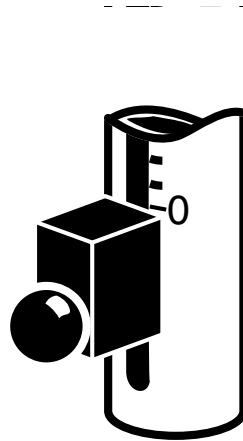

Abb. 2 Nullpunkt-Einstellung
- Fallrohr so justieren, dass das obere Ende des Führungsstückes/Griff bei "0" steht (siehe Abb. 2). Fallrohr in dieser Stellung fixieren.